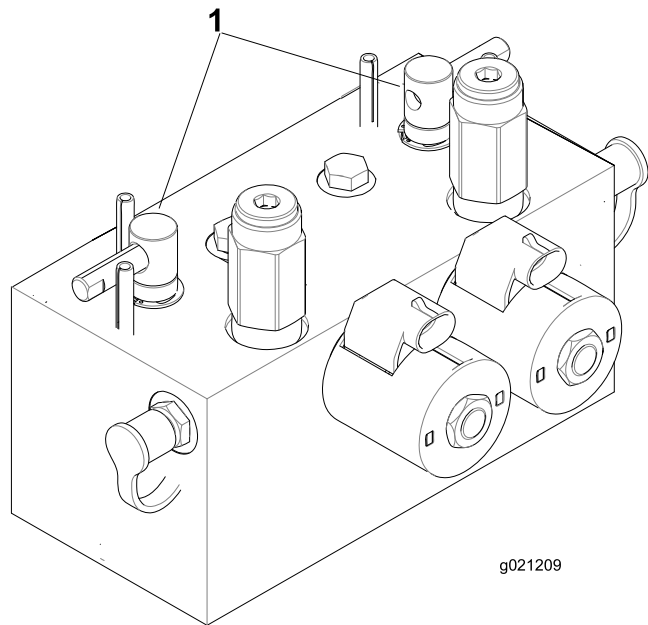

図 74
2. ラッチのロックを外してフードを開けるとバックラップレバーが見える 図 74。
5. バックラップレバーで、前のカッティングユニット又は後ろのカッティングユニット、あるいは両方を選択する 図 74。